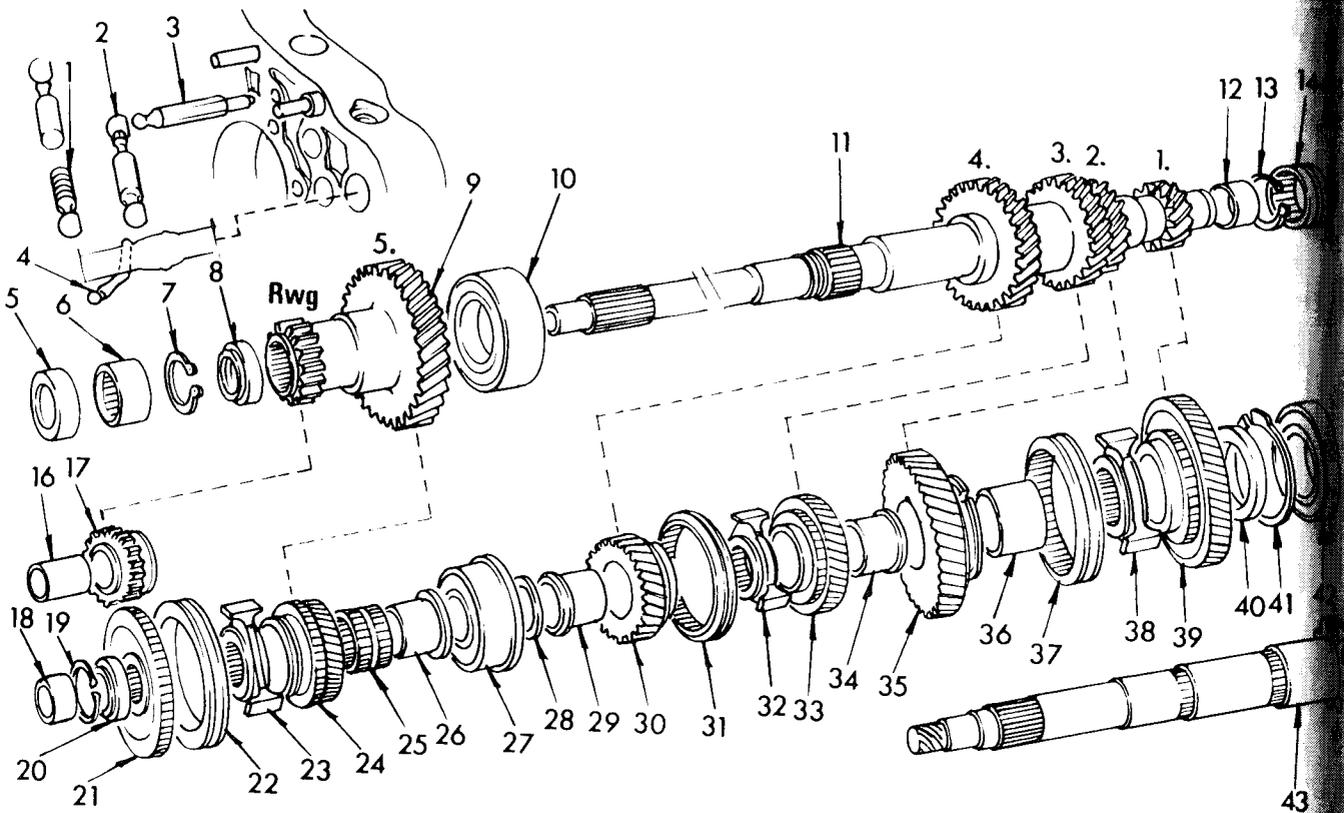

Bild 118
Bild 118 zeigt die einzelnen Teile, wie sie auf der Welle angeordnet sind.
- Zahnrad («9» in Bild 118) für den 5. Gang und den Rückwärtsgang herunterziehen.
- Die Laubüchse («26» in Bild 118) aufschieben, mit Lagerfett einschmieren und das Nadelrollenlager (25) darübersetzen.
- Nochmals kontrollieren, ob alle Teile wie in Bild 113 zusammengebaut sind, und die Schaltstange («3» in Bild 118) montieren. Den 5. Gang einschalten.